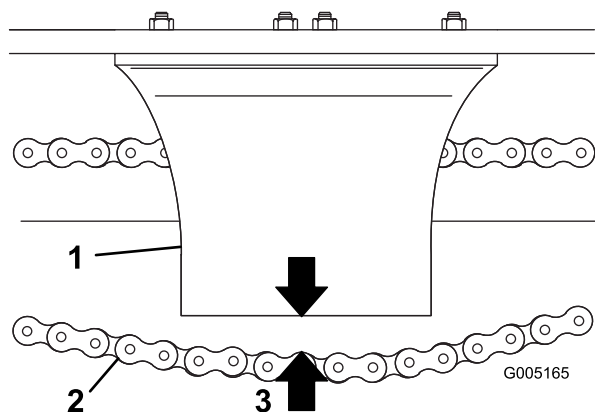

Figure 30
4. Mesurez la distance entre le bas du carter de chaîne et le brin inférieur (Figure 30). Si la flèche de la chaîne n'est pas de 3,8 à 6,35 cm (1,5 à 2,5"), ajustez la tension (voir Réglage de la tension).
6. Réglez le boulon de tension de la chaîne jusqu'à ce que la distance entre le bas du carter et le brin inférieur de la chaîne soit environ 3,8 à 6,35 cm (1,5 à 2,5") (Figure 30).